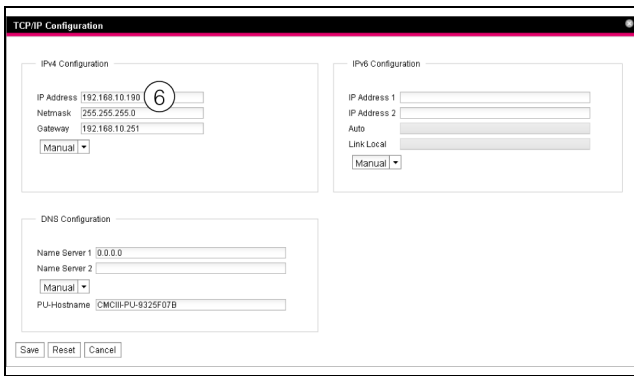

Fig. 91 : adaptation des réglages TCP/IP
- À l'écran **TCP/IP Configuration**, dans le cadre **IPv4 Configuration**, modifier l'adresse IP de l'appareil à une adresse autorisée sur le réseau (fig. 91, pos. 6).